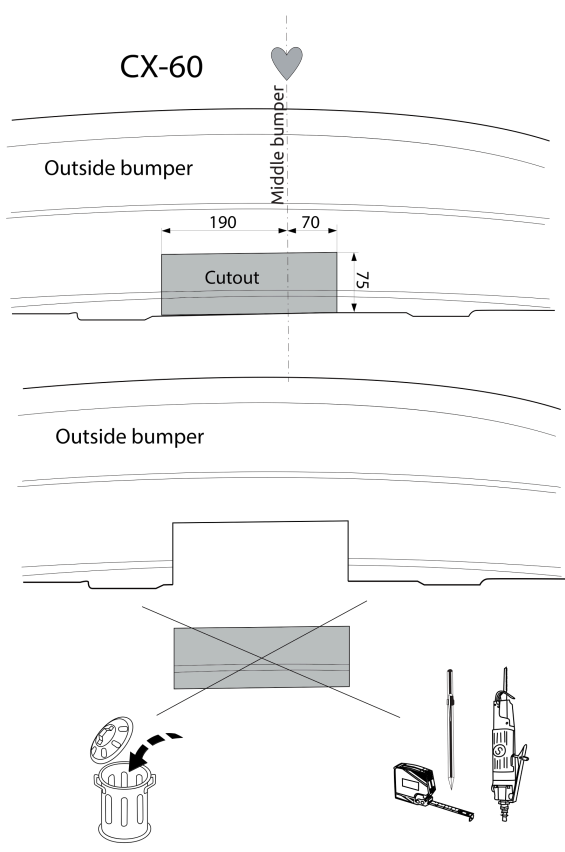

Fig. 2
7. Отпилить обозначенную часть, как указано на рис. 2,3 & 4.